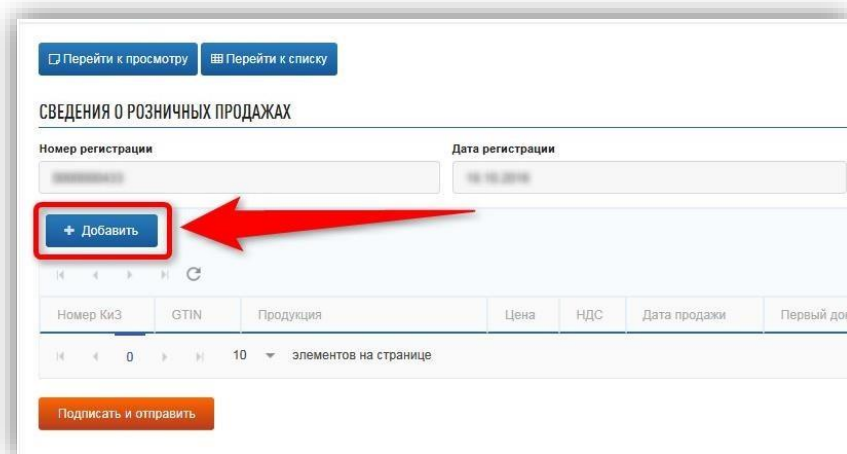

Рисунок 110 – Добавление позиции
– Для добавления позиции нажмите кнопку «Добавить» (рис. 110).